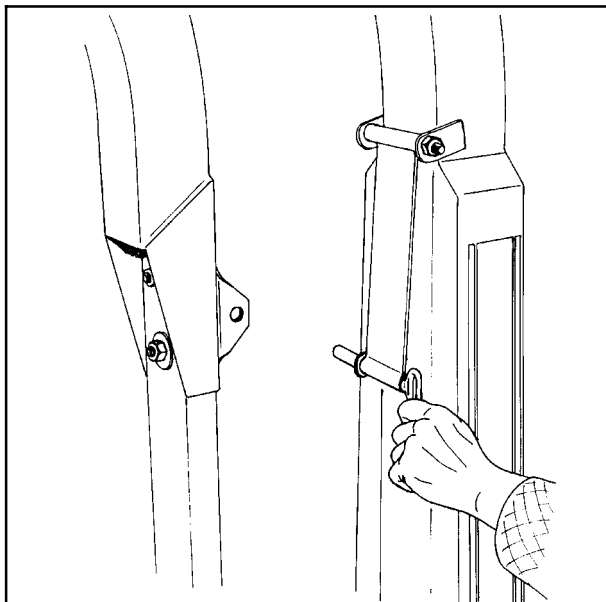

Fig. 4-14
6. Ta ut låsebolten som holder sveivarmen fast til ramma under transport. (Se fig. 4-14). Event. fold ut og lås ekstra sveivarm på TWIN. Gjør likeledes med knivbjelkene (Se kap. 2.9 og fig. 2-7, 2-8, 2-9 og 2-10)